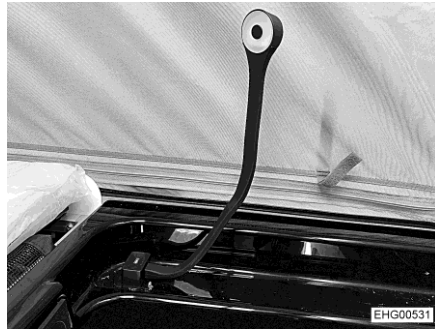
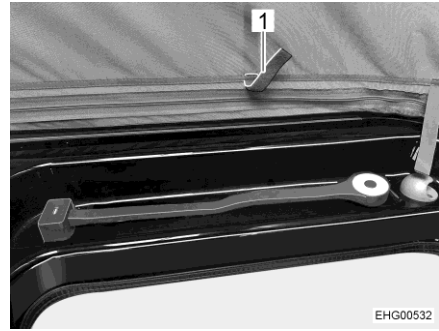

Fig. 60 Lampe col de cygne, position de fonctionnement
Fig. 61 Lampe col de cygne, position de transport
- Faire retourner la lampe col de cygne de la position de fonctionnement (Fig. 60) dans cette de transport (Fig. 61).
- Tirer la toile de tente vers l'intérieur par les pattes prévues à cet effet (Fig. 61,1).